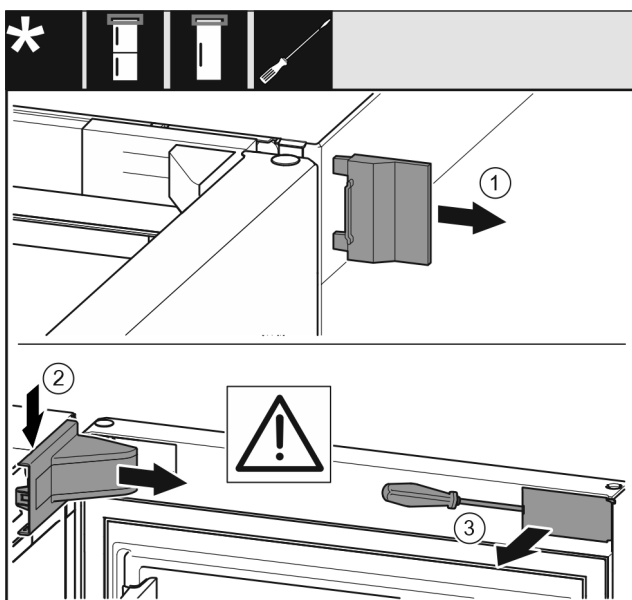

Fig. 8
- ▶ Hiqni kapakun mbulues të jashtëm. Fig. 8 (1)
- ▶ Nxirrni nga foleja kapakun mbulues të bazamentit mbështetës dhe lironi. Hiqni kapakun mbulues të bazamentit mbështetës. Fig. 8 (2)
- ▶ Nxirrni nga foleja shiritin mbulues me një kaçavidë dhe shtyjeni anash. Fig. 8 (3)